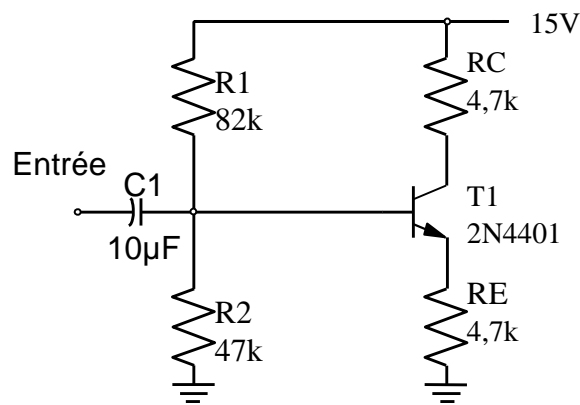

Figure 6-11
a) Réalisez le montage de l'amplificateur de la Figure 6-11 et prenez les mesures nécessaires afin de compléter le Tableau 6-9 e
Utilisez le générateur de signaux comme source d'une tension sinusoïdale à l'entrée de l'amplificateur de la Figure 6-11. Ajustez l'amplitude du signal à 0,5V crêt à crêt et la fréquence à 1 kHz environ.